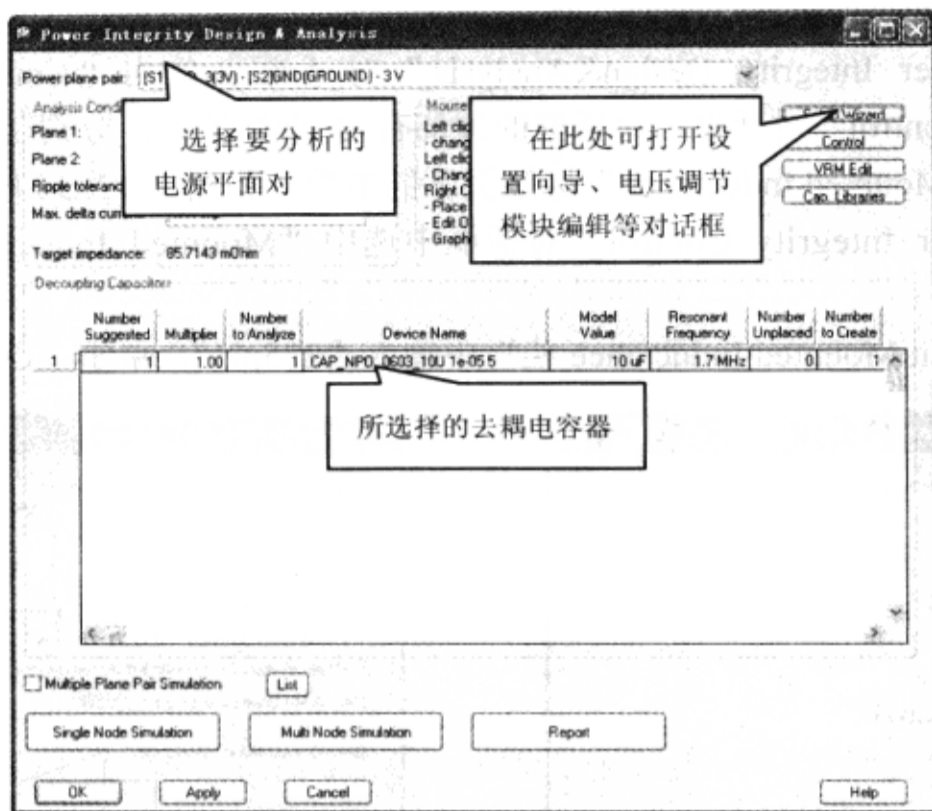

图 7-12-52 “Power Integrity Design & Analysis” 对话框
(5) 在“Power Integrity Setup Wizard - Library Setup”对话框中单击“Finish”按钮, 弹出“Power Integrity Design & Analysis”对话框, 在“Power Integrity Setup Wizard - Library Setup”对话框中所选择的电容器会在这个对话框中显示, 此时这个电容器还没有摆放到 PCB 上, 如图 7-12-52 所示。